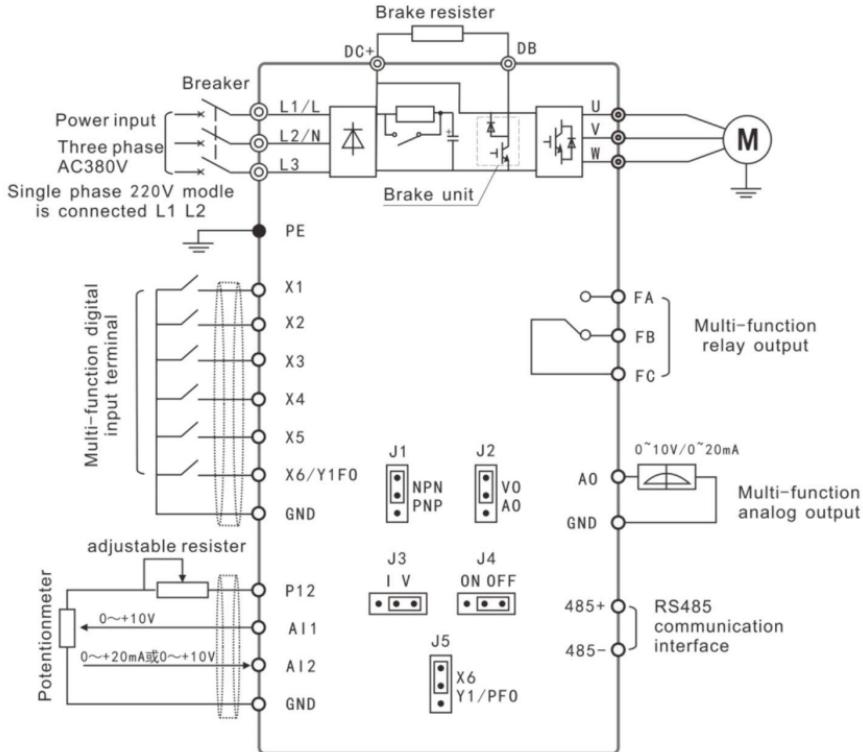

Afbeelding 3-2 PNP-type bedradingsmodus
(2) Wanneer de PNP-type bedradingsmodus wordt gebruikt voor externe apparatuur, wordt bron-type logica geïnduceerd en stroomt de stroom van de ingangsaansluiting (sinking-stroom) zoals weergegeven in Afbeelding 3-2, terwijl tegelijkertijd parameter P067=1 vereist is.